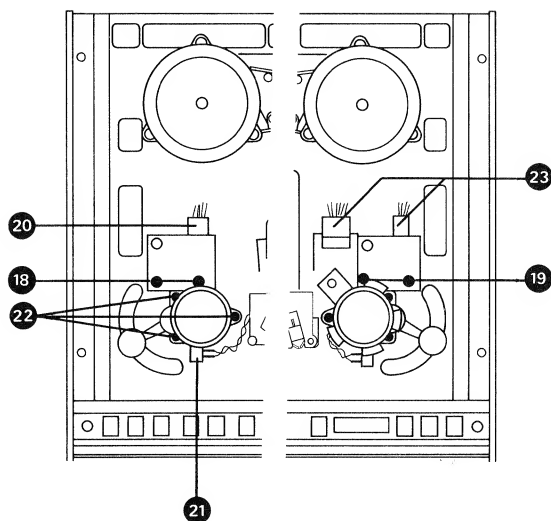
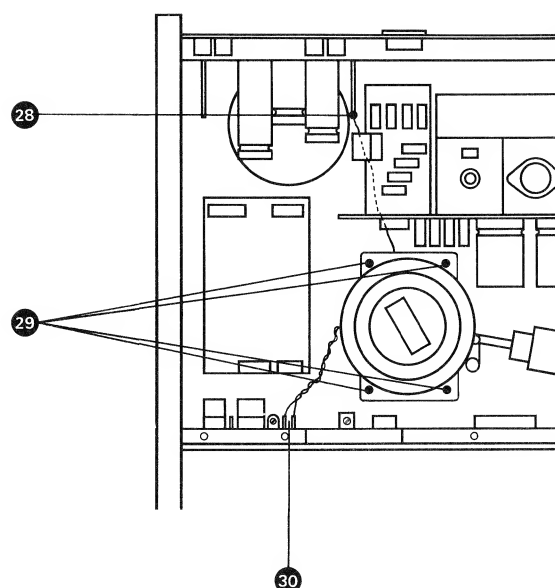

Fig. 2.7.-1
Fig. 2.10.-1
2.7. Bandzugwaageprints ausbauen (Fig. 2.7.-1)
- 2 Schrauben (18) lösen bei linker Bandzugwaage.
- 2 Schrauben (19) lösen bei rechter Bandzugwaage.
- Steckverbindung (20) (Fig. 2.7.-1) lösen.
- 2 AMP-Stecker (21) lösen.
- 3 Schrauben (22) (Fig. 2.7.-1) lösen.
- 2 Steckverbindungen (23) lösen.
2.10. Tonmotor ausbauen (Fig. 2.10.-1)
- Anschlusskabel (30) des Abtasters von der Capstan-Geschwindigkeitssteuerung (A15) abziehen.
- 3 AMP-Flachstecker (28) aus Capstanmotor-Regler (A16) ziehen.
- 4 Schrauben (29) lösen.
2.7. Removing the tape tension sensor prints (fig. 2.7.-1)
- Remove 2 screws (18), left-hand tape tension sensor.
- Remove 2 screws (19), right-hand tape tension sensor.
- Remove connector (20) (fig. 2.7.-1).
- Remove 2 AMP plugs (21).
- Remove three screws (22) (fig. 2.7.-1).
- Unplug the two connectors (23).
2.10. Removal of capstan motor (fig. 2.10.-1)
- Disconnect cable (30) to sensor of capstan speed control system (A15).
- Remove 3 AMP plugs (28) from capstan motor controller (A16).
- Undo 4 screws (29).